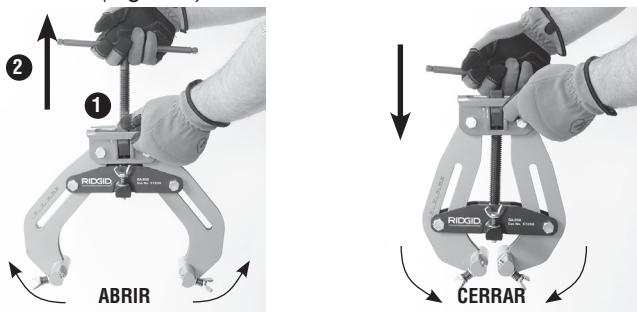
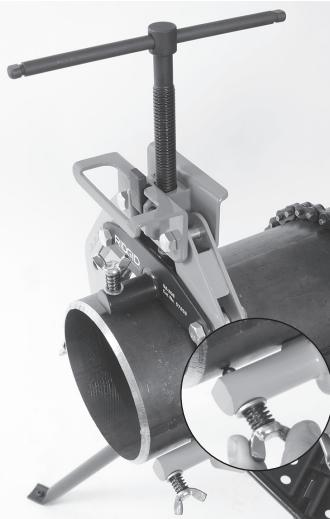

Figura 2 – Cómo abrir y cerrar la abrazadera
Figura 3 – Abrazadera colocada sobre la pieza trabajada
3. Para abrir la abrazadera, sujetela con una sola mano y presione la liberación del tornillo de alimentación ① Con la otra mano, jale la manija ② y abra las mordazas. Manténgase alejado de los puntos de posible aplastamiento (Figura 2).
4. Encierre con las mordazas el extremo cilíndrico de la pieza trabajada, estando los pernos de orejas orientados hacia el extremo del cilindro. Empuje la manija para cerrar las mordazas (Figura 2). Los tres puntos de contacto deben estar bien asentados sobre la superficie de la pieza trabajada. Apriete la manija para fijar la abrazadera contra la pieza trabajada (Figura 3). No apriete demasiado.
5. Apriete todos los pernos de orejas hasta que las puntas toquen suavemente la superficie de la pieza trabajada. No apriete demasiado (imagen ampliada en la Figura 3).
8. Para retirar la abrazadera de tubos, afloje la manija en dos vueltas y abra la abrazadera (Figura 2).